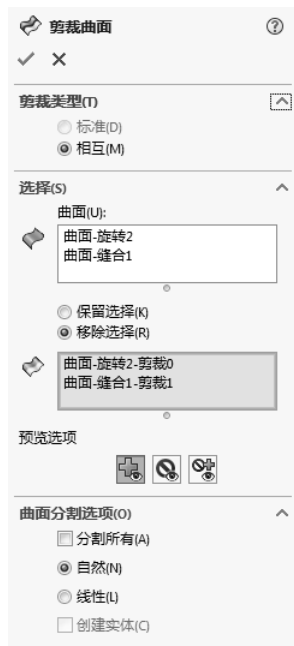

图 9-122 “剪裁曲面”属性管理器
16) 裁剪曲面。单击“曲面”控制面板中的 $\text{✂}$ （剪裁曲面）按钮，系统弹出图 9-122 所示的“剪裁曲面”属性管理器。在属性管理器中选择“剪裁类型”为“相互”，在视图选择缝合后的曲面和旋转曲面为剪裁曲面，选择图 9-122 所示的面为保留曲面。单击属性管理器中的✓（确定）按钮，结果如图 9-123 所示。